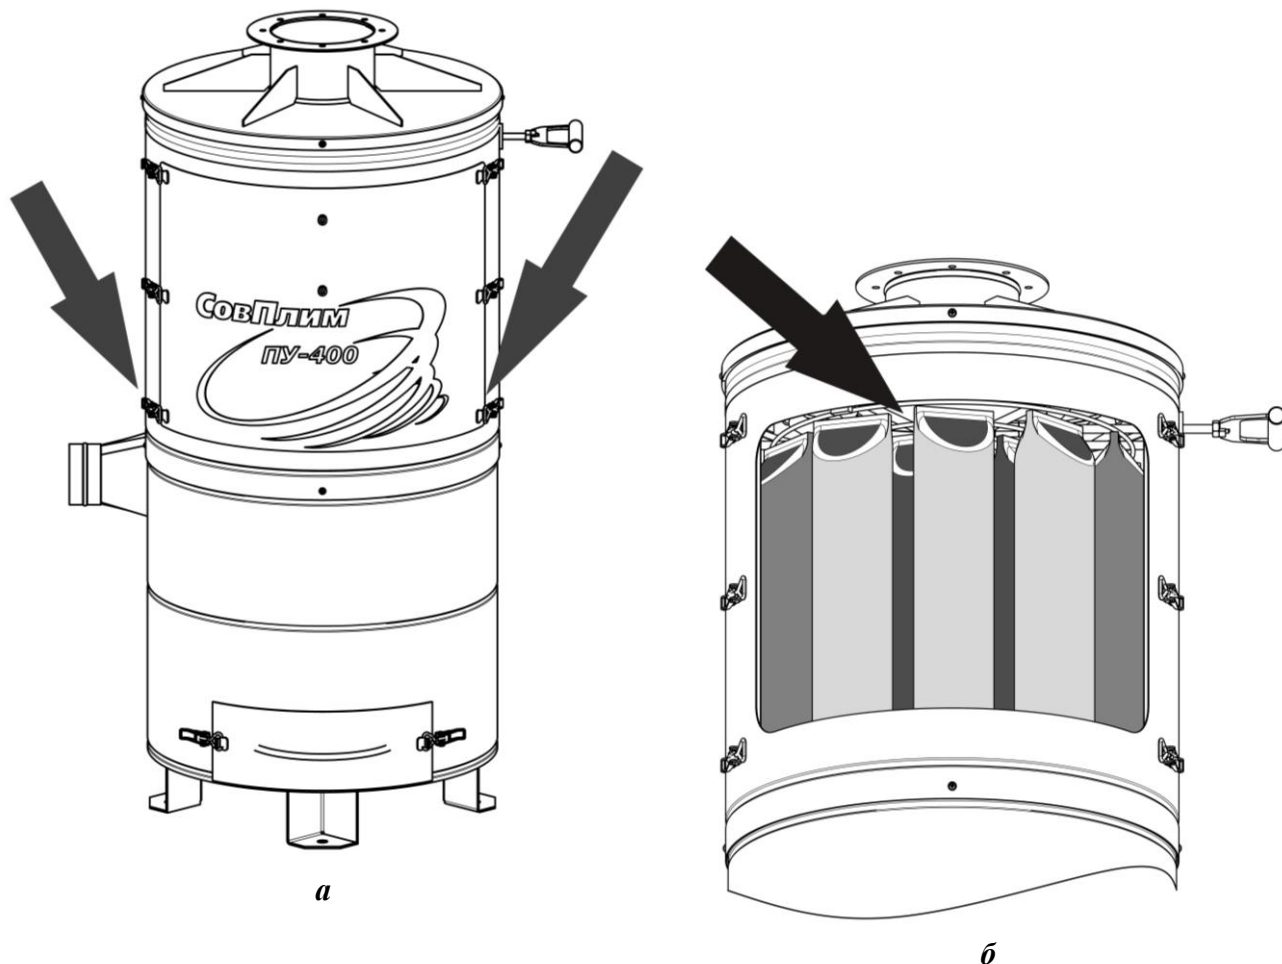

Рисунок 3
- 1) разжать замки-защёлки и снять дверцу (рисунок 3а);
- 2) отвязать тесёмки рукавных фильтров от подвески (рисунок 3б);